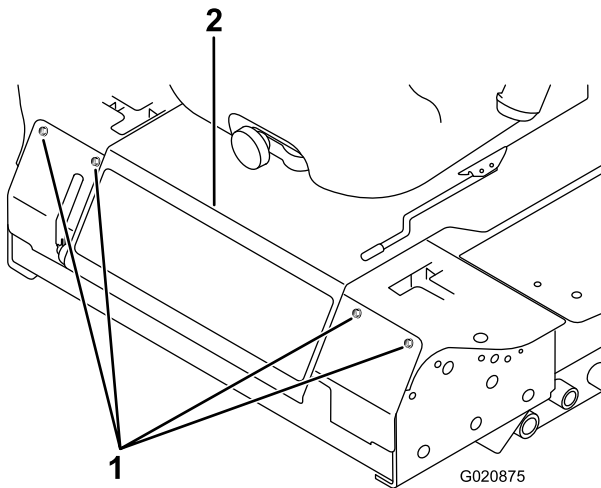

Bild 85
2. Nehmen Sie die Schrauben ab, mit denen die Frontplatte befestigt ist, und nehmen Sie sie ab (Bild 85).